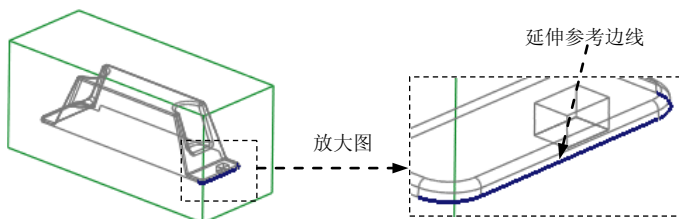
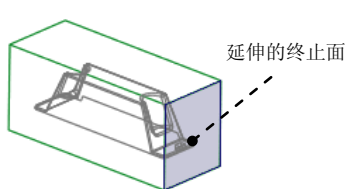
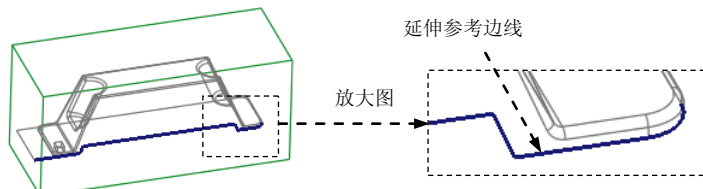

图 12.15 选取延伸参考边线
图 12.16 选取延伸的终止面
图 12.17 选取延伸边线
- (1) 按住 Shift 键，选取图 12.15 所示的边线为延伸参考边线。
- (2) 单击 **分型面** 功能选项卡 **编辑** 区域的 **延伸** 按钮，此时出现 **延伸** 操控板。
- (3) 选取延伸的终止面。
- ① 在操控板中按下 **至平面** 按钮（延伸类型为至平面）。坯料取消遮蔽。
- ② 在系统的提示下，选取图 12.16 所示的坯料的表面为延伸的终止面。
- ③ 单击 **✓** 按钮，完成延伸曲面 2 的创建。
- (1) 按住 **Shift** 键，选取图 12.17 所示的边线为延伸参考边线。
- ① 在操控板中按下  按钮（延伸类型为至平面）。